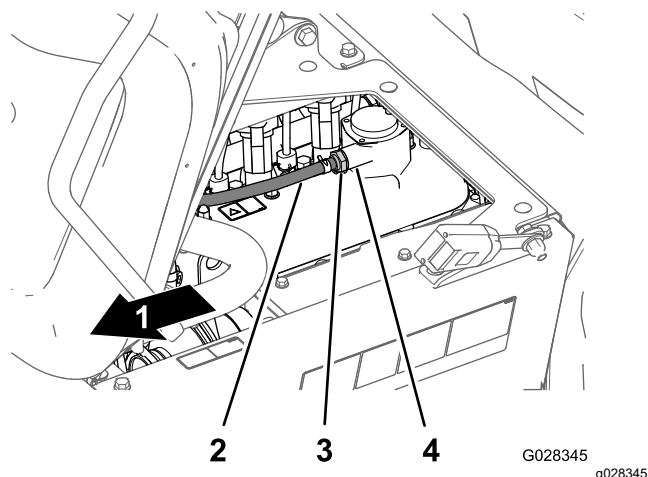

Figure 78
- Déposez le clapet RGC du raccord sur le couvre-culasse (Figure 78).
Remarque: Si le restricteur interne du clapet RGC cliquète, le clapet est réparable; dans le cas contraire, remplacez le clapet (Figure 78).
- Insérez le clapet RGC jusqu'à ce qu'il soit complètement engagé dans le joint du raccord du couvre-culasse (Figure 78).